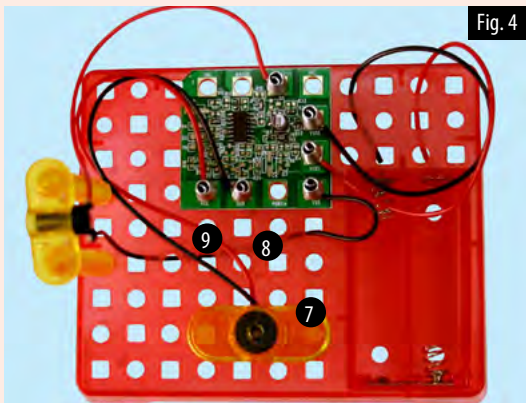

Fig. 4
3. Monter summeren (3) på basispladen. Monter to fjederkontakter og forbind summerens ledninger til hullerne (VCC,OUT) som vist i Fig. 4: